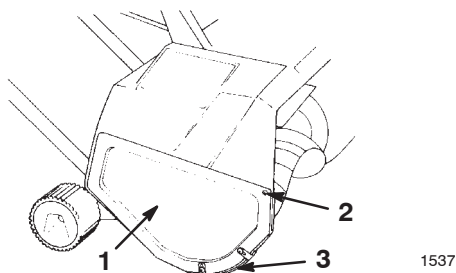

Figure 11
1. Retirez les 3 vis de fixation du capot droit et du patin au châssis de la déneigeuse (Fig. 11).